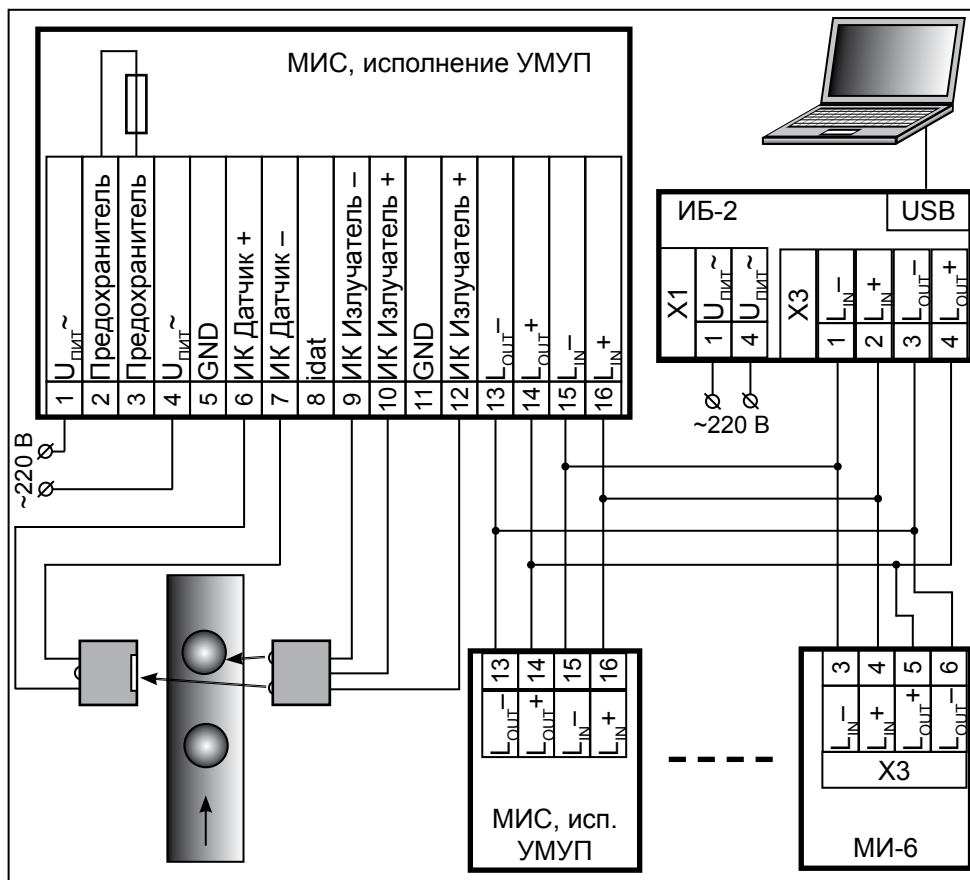

Рисунок 2. Схема подключения интерфейсного блока ИБ-2 совместно со счётчиками МИС, исполнение УМУП и модулями индикации МИ-6
6.2 Подключить входную L_{IN} и выходную L_{OUT} линии последовательного интерфейса кабелем типа UTP5 (неэкранированная витая пара категории 5) на клеммной колодке X3 рисунок 2.
6.4 Подключить кабель питания на клеммной колодке X1 рисунок 2.